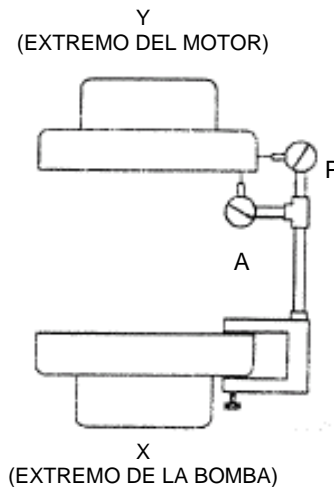

Imagen 3. Ajuste del reloj comparador
1. Coloque dos relojes comparadores en una de las mitades del acople (X) de manera que estén en contacto con la otra mitad del acople (Y). Consulte la imagen 3.
Una unidad cumple con el alineamiento angular cuando el reloj A (reloj angular) — imagen 3, página 3— no se descentra en más de 0,003" (0,076 mm), al medir en cuatro puntos del borde exterior del acoplamiento separados 90° a la temperatura de trabajo. Más abajo se mencionan dos métodos útiles para conseguir el alineamiento deseado.